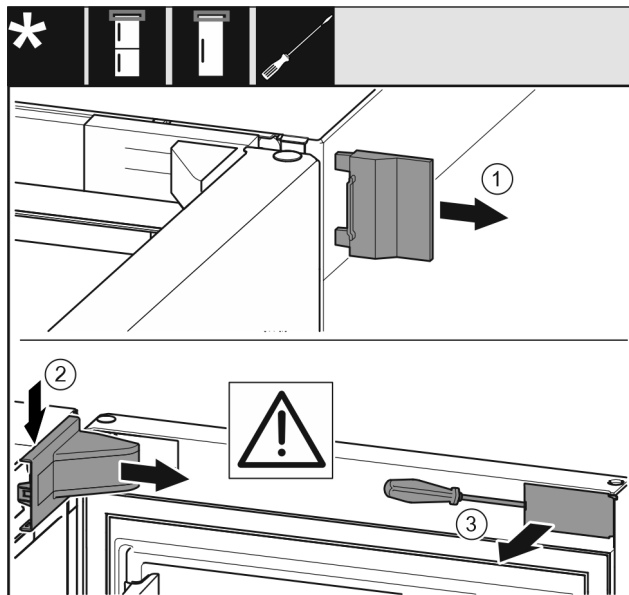

Fig. 7
- ▶ Hiqni kapakun mbulues të jashtëm Fig. 7 (1).
- ▶ Nxirrni nga foleja kapakun mbulues të bazamentit mbështetës Fig. 7 (2) dhe hiqeni.
- ▶ Nxirrni nga foleja panelin mbulues Fig. 7 (3) me një kaçavidë me kokë petë dhe shtyjeni anash.